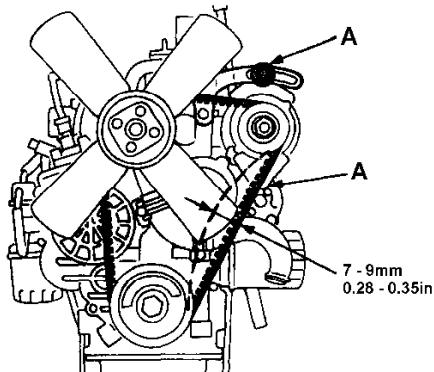

Fig.42
- Skru de to bolte (A Fig. 42) løs, der holder generatoren på plads, og justér generatoren, indtil opstramningen er korrekt.
- a) Lossa de båda bultarna (A fig. 42) som håller fast generatorn och justera generatorn tills spänningen är rätt.